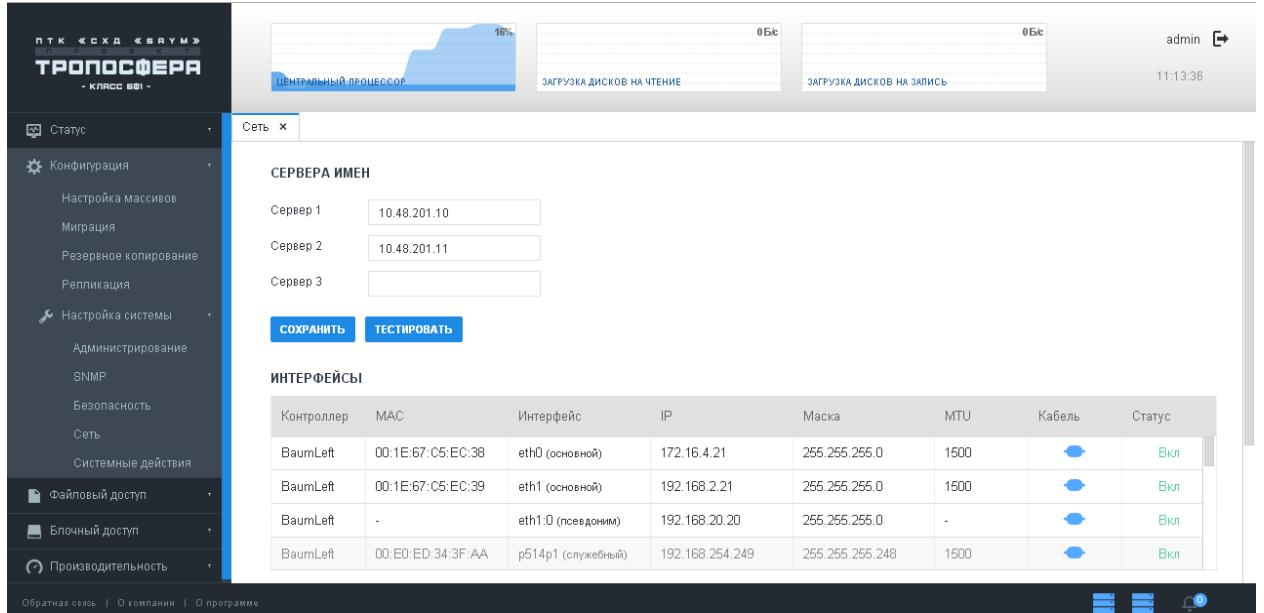

Рисунок 72 – Просмотр IP-адресов контроллеров
- 1) перейти на вкладку «Сеть» (выбрать «Конфигурация» → «Настройка системы» → «Сеть») (см. Рисунок 72);